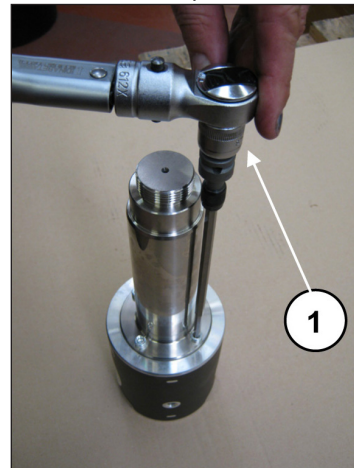

Fig. 49
Insira a haste de guia do pistão no seu lugar na guia do pistão (pos. ①, Fig. 48) e prenda-a a este último usando os 4 parafusos de cabeça cilíndrica M6x20 (pos. ①, Fig. 49).
Calibre os parafusos com uma chave dinamométrica (pos. ①, Fig. 49) conforme descrito no capítulo 3.